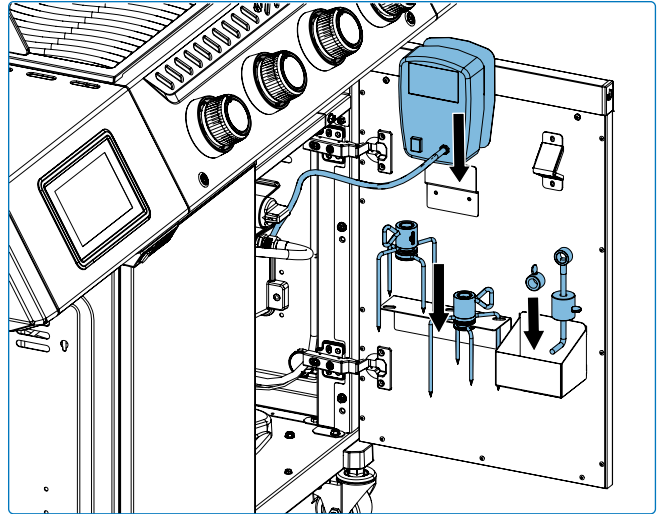

Fig. 9
- Utilice los compartimentos para guardar las sondas en el estante lateral al preparar la cocción. Desenchufe las sondas y llévelas al interior cuando no las use para protegerlas de los elementos **(Fig. 9)**.